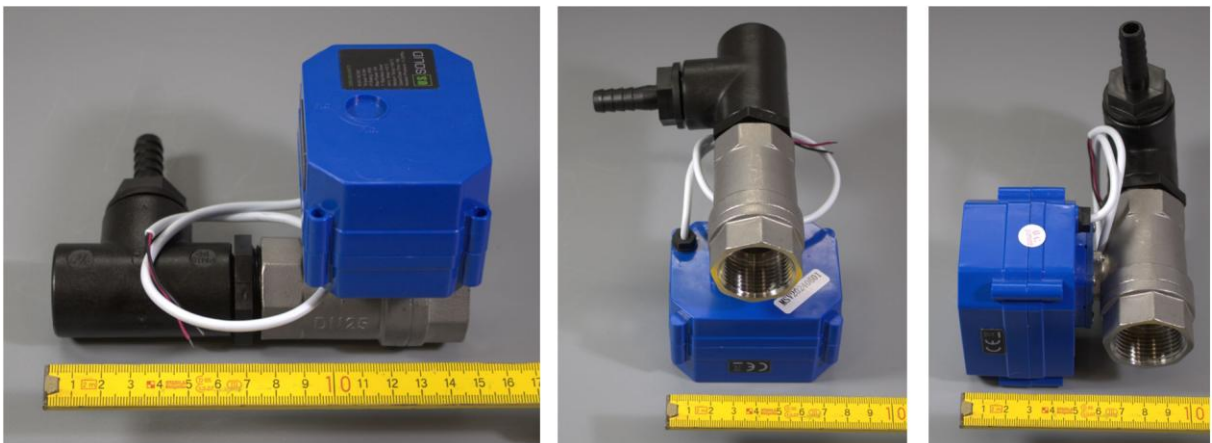

Abb. 9: Abmessungen
- Außenabmessungen Ablaufventil: siehe Abb. 9